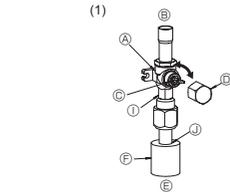
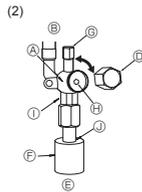

Fig. 4-5
Fig. 4-6
- (1) Gasseite (Fig. 4-5)
- ① Entfernen Sie die Kappe, ziehen Sie den Griff zu sich und drehen ihn zum Öffnen 1/4 Drehung nach links.
- ② Prüfen Sie, ob das Absperrventil vollständig geöffnet ist, drücken Sie den Griff zurück und setzen Sie dann die Kappe wieder auf und schrauben sie fest.
- (2) Flüssigkeitsseite (Fig. 4-6)
- ① Entfernen Sie die Kappe und drehen Sie die Ventilstange mit einem 4 mm-Sechskantschlüssel bis zum Anschlag gegen den Uhrzeigersinn. Hören Sie auf zu drehen, wenn der Anschlag erreicht ist.